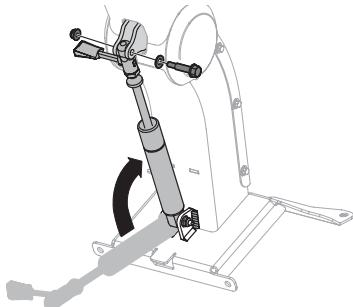

Figure 7
- Tenez-la en position relevée et, de l'autre main, relevez le cylindre en prenant soin d'aligner les trous sur le haut du cylindre avec ceux sur les plaques de montage sous la colonne de direction. Voir Figure 7.
- Placez, de droite à gauche, la rondelle plate et le boulon à épaulement dans les trous alignés à l'étape 4. Fixez-les avec l'écrou autobloquant à bride. Serrez le boulon à un couple de 14 à 16 N m (de 120 à 144 po-lb). Voir Figure 7.